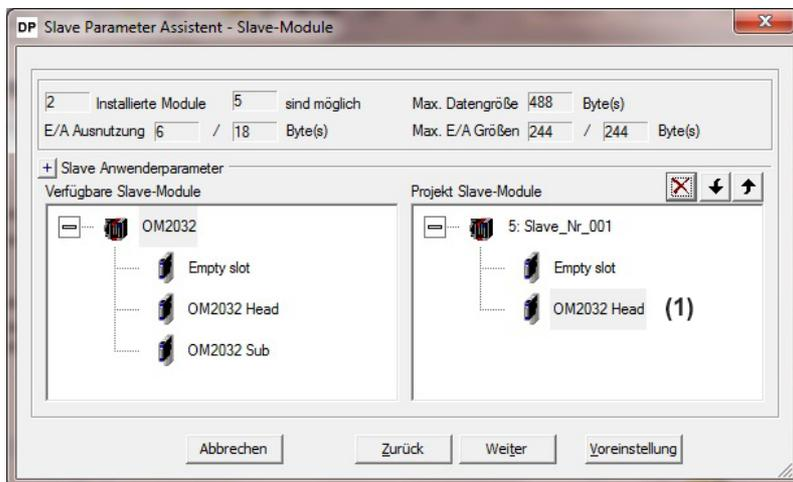

Abb. 6.23: Dialog „Slave-Module“, mit einem Head Modul
Beispiel (Abb. 6.23): OM 2032 Konfiguration (1) mit einem Head-Modul (32 Tasten).